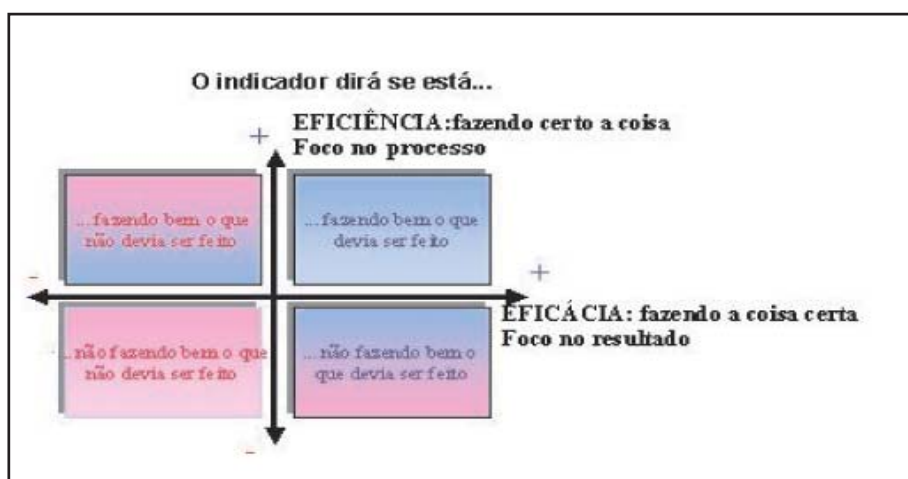

Fig 5.2 - Comparação entre Eficácia e Eficiência.
d. Podem ser utilizadas as ferramentas **5W2H** e **fluxograma** para execução dessa tarefa a seguir apresentamos a comparação entre eficácia e eficiência, conforme a (Fig. 5.2).